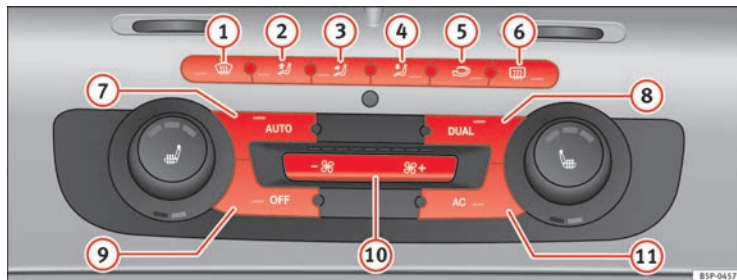

Fig. 113 Sur la planche de bord : éléments de commande du Climatronic bi-zone.
- Appuyez sur l'un des boutons $\Rightarrow$ fig. 113 ① à ⑤ ou sur les boutons de la soufflante ⑩ pour activer le mode manuel. La fonction sélectionnée apparaîtra sur l'écran de l'autoradio ou du navigateur.
- Appuyez sur le bouton  ⇒ page 163, fig. 113  pour activer ou désactiver le mode recyclage de l'air ambiant. Il est activé si vous voyez sur l'affichage le symbole .